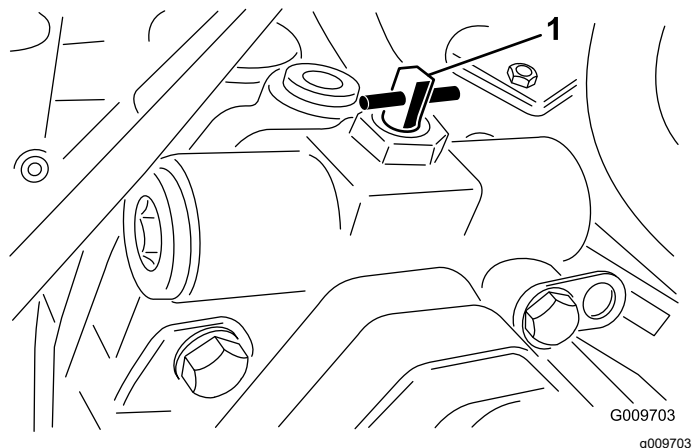

Figure 41
3. Tournez la vanne de dérivation à 90° (un quart de tour) dans un sens ou dans l'autre pour l'ouvrir et faire dériver le liquide à l'intérieur (Figure 41).
2. Tournez la vanne de dérivation à 90° (un quart de tour) dans un sens ou dans l'autre pour l'ouvrir et faire dériver le liquide à l'intérieur (Figure 41).